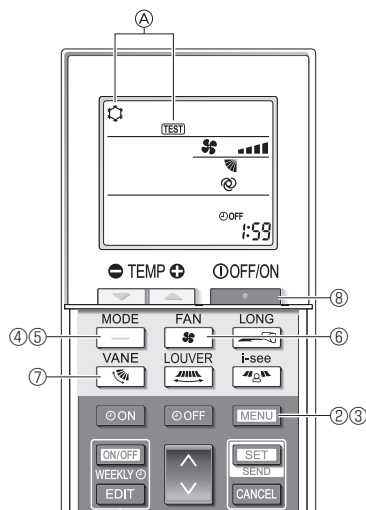

Fig. 8-5
- ① Active la unidad al menos 12 horas antes de realizar una prueba de funcionamiento.
- ② Pulse el botón **MENU** durante 5 segundos. (Fig. 8-5)
En pantalla se visualiza **TEST** (PRUEBA) y el modo actual de funcionamiento. (Fig. 8-5)